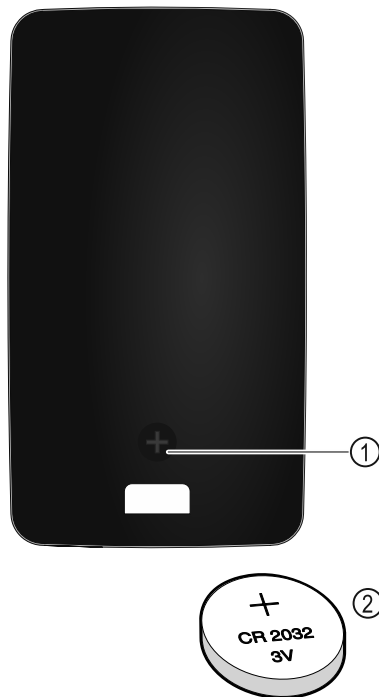

Fig. 229
Kaugjuhtimissüsteemi vooluvarustus toimib patareilt tüüp CR 2032 3V Fig. 229 (2), mis on saadaval erialakaubanduses.
- ▶ Keerake kruvi Fig. 229 (1) kaugjuhtimispuldi tagaküljel välja.